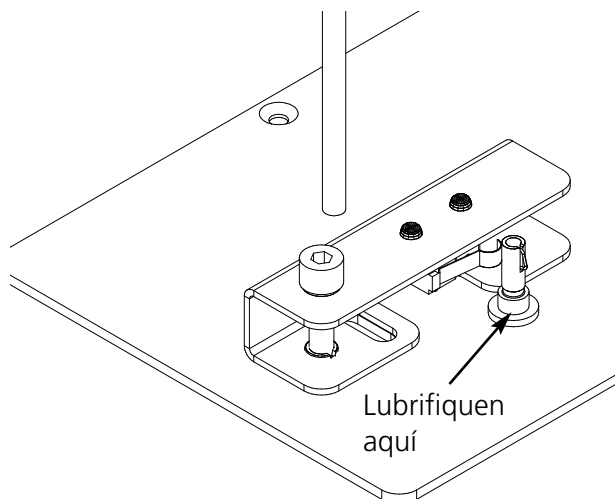

Figura 3-34
2. Aparten la obstrucción y lubrifiquen el arbol del dispositivo de accionamiento (vean la Figura 3-34).